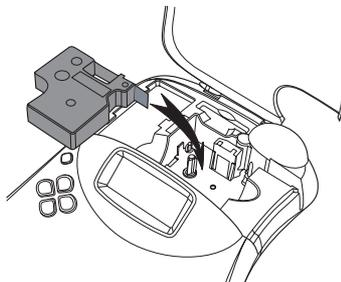

Figura 5
2. Insira a cassette com a fita posicionada entre os roletes guia. Veja a figura 5.